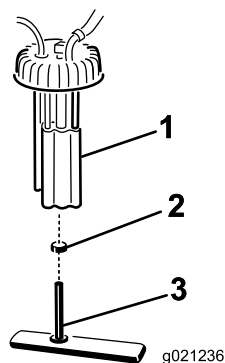

Figure 52
2. Débranchez les connecteurs des faisceaux de câblage de la pompe à carburant (Figure 52).
3. Déposez la pompe à carburant et le filtre à carburant du réservoir (Figure 52).
4. Enlevez le collier qui fixe le flexible du filtre à carburant au raccord de la pompe à carburant. Débranchez le flexible du raccord (Figure 52).